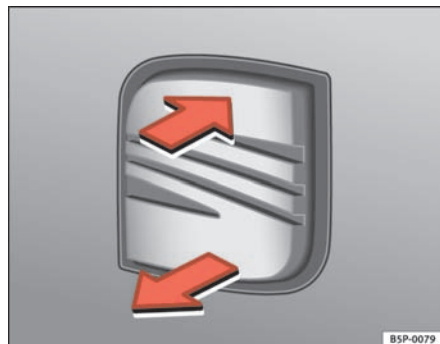

Fig. 66 Bagklap: åbning udefra
- Træk i udløsergrebet, og løft bagklappen ⇒ fig. 66. Bagklappen bliver herefter åbnet.